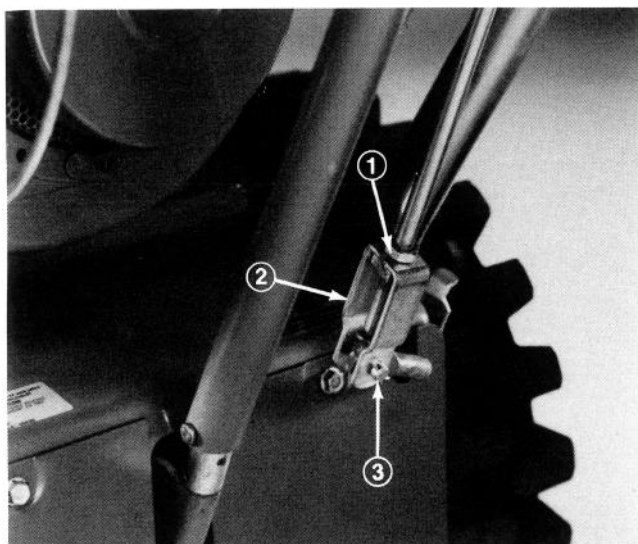

Fig. 35
1. Løsn kontramøtrikken fra det U-formede beslag i bunden af indsamlingsskruens kontrolstang (Fig. 35). Fjern låsebolt og split, der holder beslaget til den bøjede stang (Fig. 35).
2. Drej det U-formede beslag (Fig. 35) mod uret — udad — for at øge drivremmens spænding. Modsat, drej beslaget med uret — indad — for at slække drivremmen.
3. Forbind det U-formede beslag til den bøjede stang med låsebolt og split (Fig. 35). Spænd kontramøtrikken mod toppen af det U-formede beslag (Fig. 35).